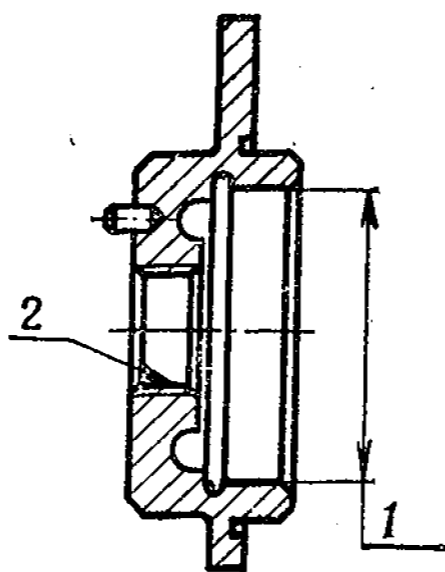

Рис. 148. Боковая крышка картера рулевого управления
6. Боковая крышка картера рулевого управления (рис. 148)